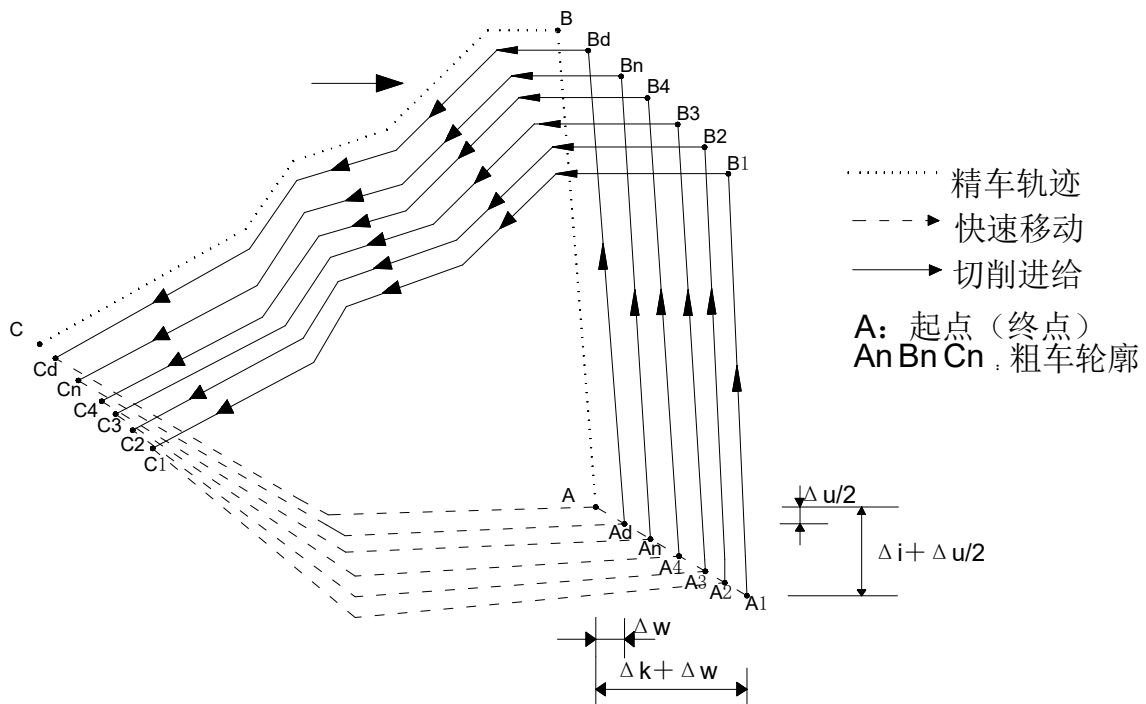

图 3-31 G73 代码运行轨迹
- (1) 给定退刀量、切削次数和切削速度、主轴转速、刀具功能的程序段;
- (2) 给定定义精车轨迹的程序段区间、精车余量的程序段;
(3) 定义精车轨迹的若干连续的程序段, 执行G73时, 这些程序段仅用于计算粗车的轨迹, 实际并未被执行。系统根据精车余量、退刀量、切削次数等数据自动计算粗车偏移量、粗车的单次进刀量和粗车轨迹, 每次切削的轨迹都是精车轨迹的偏移, 切削轨迹逐步靠近精车轨迹, 最后一次切削轨迹为按精车余量偏移的精车轨迹。G73的起点和终点相同, 本代码适用于成型毛坯的粗车。G73代码为非模态代码, 代码轨迹如图3-31。
**代码执行过程:** 如图 3-31。
① A → A1: 快速移动；
②第一次粗车，A1 → B1 → C1: